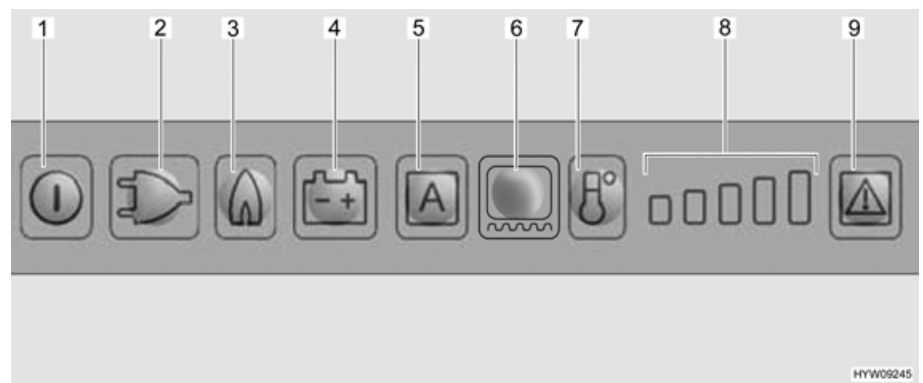

Fig. 184 Panneau de commande DEL (réfrigérateur Dometic)
Dès que le fonctionnement au gaz est activé, la veilleuse de sécurité s'ouvre automatiquement, de sorte que le gaz peut arriver au brûleur. En même temps, l'allumage électronique est connecté. Si la flamme s'éteint, p. ex. en raison d'un courant d'air, l'allumage est immédiatement activé et rallume le gaz. En cas de panne de gaz, les touches lumineuses Gaz (Fig. 184,3) et Dépannement (Fig. 184,9) clignotent et une alarme acoustique retentit pendant 20 secondes.
- Appuyer sur la touche Marche/Arrêt (Fig. 184,1) pendant env. 2 secondes. Le réfrigérateur s'enclenche, le dernier mode de fonctionnement choisi est indiqué.
- Appuyer sur la touche lumineuse pour le mode de fonctionnement désiré (Fig. 184,2 - 4) ou le mode automatique "AES" (Fig. 184,5) (uniquement sur le modèle AES).
- Régler la température de réfrigération avec la touche de puissance de réfrigération (Fig. 184,7). L'indicateur de puissance de réfrigération (Fig. 184,8) indique le réglage choisi du thermostat.
- Appuyer sur la touche Marche/Arrêt (Fig. 184,1) pendant env. 2 secondes.
Lorsque le réfrigérateur est mis en marche, il choisit automatiquement la température moyenne du thermostat. Ce réglage peut cependant être corrigé manuellement à l'aide de la touche de puissance de réfrigération (Fig. 184,7). Il faudra attendre quelques heures jusqu'à ce que le réfrigérateur ait atteint sa température normale de réfrigération. Le réglage du thermostat est conservé en cas de commutation sur un autre mode de fonctionnement.
- Régler le chauffage du cadre pour une durée de 2 heures : Appuyer une fois sur la touche lumineuse Chauffage du cadre (Fig. 184,6). Une barre indiquant la puissance de réfrigération (Fig. 184,8) s'allume.
- Régler le chauffage du cadre pour une durée de 5 heures : Appuyer deux fois sur la touche lumineuse Chauffage du cadre (Fig. 184,6). Deux barres indiquant la puissance de réfrigération (Fig. 184,8) s'allument.
- Régler le chauffage du cadre sur fonctionnement permanent : Appuyer trois fois sur la touche lumineuse Chauffage du cadre (Fig. 184,6). Trois barres indiquant la puissance de réfrigération (Fig. 184,8) s'allument.
L'indicateur de puissance de réfrigération (Fig. 184,8) indique pendant quelques secondes la durée de fonctionnement du chauffage du cadre.
En cas de dérangement, la touche lumineuse Dérangement (Fig. 184,9) clignote. Une des touches lumineuses Mode de fonctionnement ou l'indicateur de puissance de réfrigération clignote. De plus, un signal d'avertissement acoustique retentit. Les consignes relatives à l'affichage de défauts et à leur élimination sont données au chapitre 15.
- ▷ Quand un dérangement du régime au gaz a été éliminé, appuyer sur la touche lumineuse Reset (Fig. 184,9).